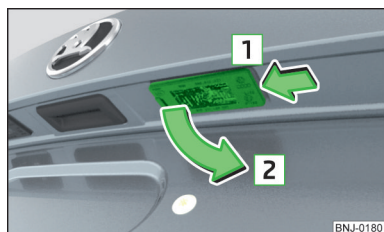

Fig. 193
- › Apăsați lampa în sensul săgeții **1** » fig. 193.